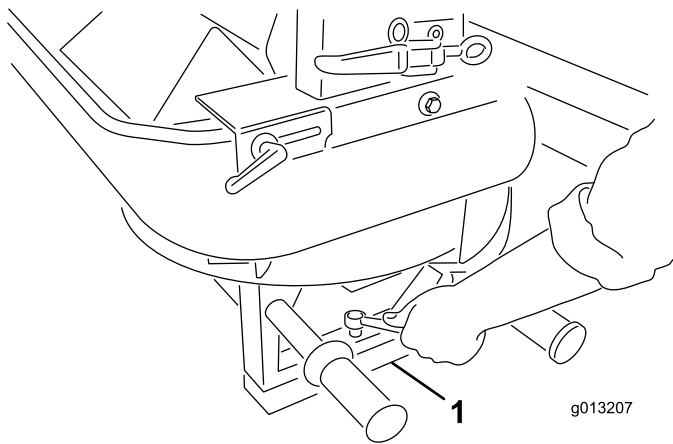

Figure 6
5. Retirez les quatre vis des pieds du Twin Spinner. Avec l'aide d'une autre personne, soulevez le Twin Spinner et retirez les goujons et la mousse d'expédition (Figure 6)